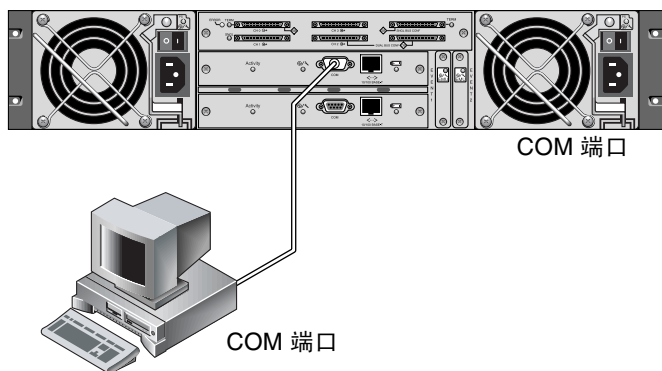

图 F-1 本地连接到工作站串口的 RAID 阵列 COM 端口
1. 将 RAID 阵列 COM 端口连接到 Solaris 工作站的串口，如图 F-1 所示。